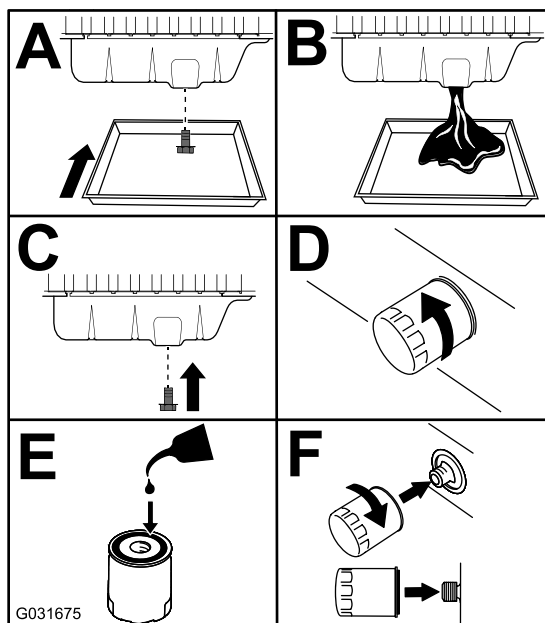

Figura 72
3. Cambie el aceite del motor y el filtro (Figura 72).